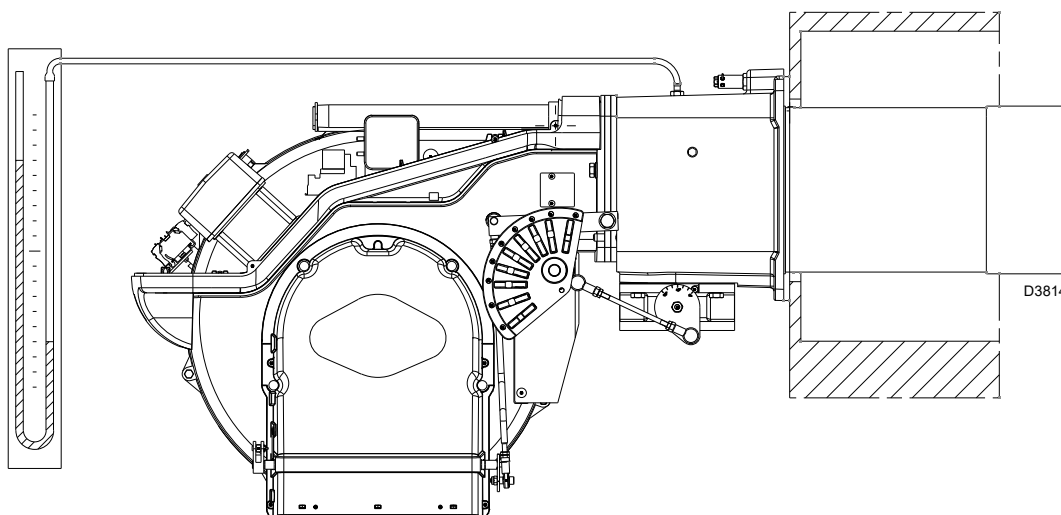

Fig. 24
- Monter un manomètre en U (Fig. 24) sur la prise de pression du gaz du manchon. Il sert à mesurer approximativement la puissance MAX. du brûleur, à l'aide des Tab. J à la page 23.
L'arrivée de gaz au manchon est mise en évidence sur le manomètre en U (Fig. 24 à la page 27).